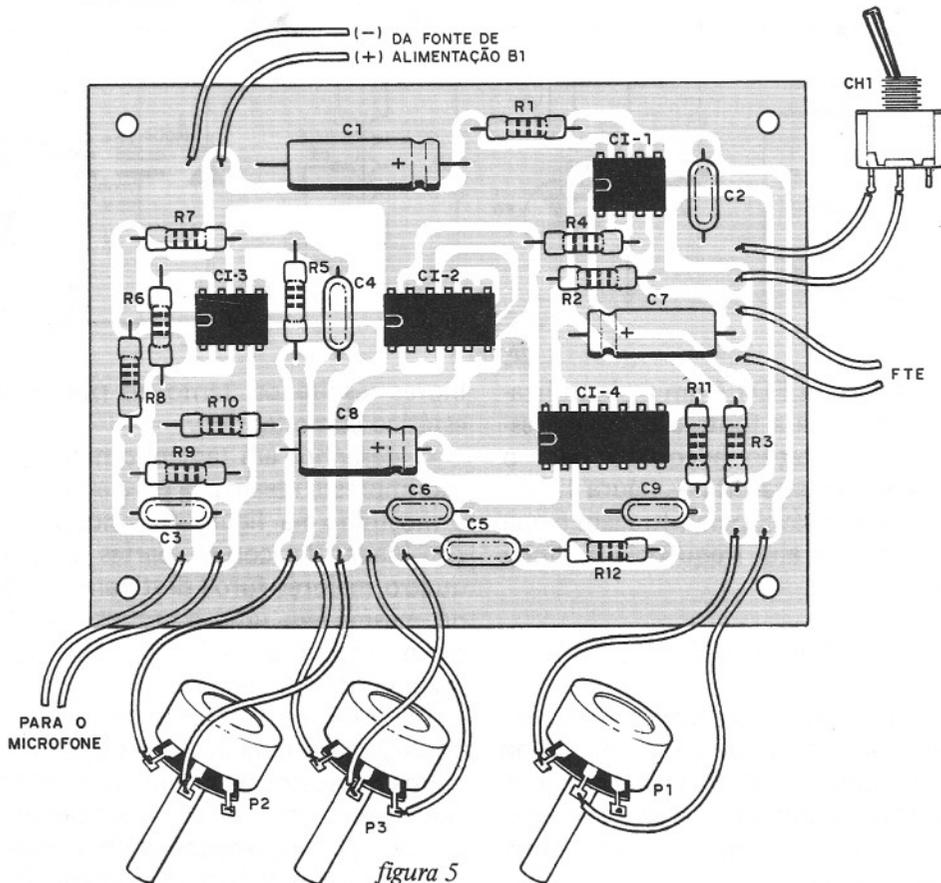

figura 5
plaqueta obedece ao apresentado na figura 5, onde também é mostrada a interligação dos componentes a ela externos.
1. Ao soldar os soquetes dos circuitos integrados, bem como a inserção destes nos primeiros, verifique em primeiro lugar a posição dada pela marca que identifica o pino 1 — no caso tal marca fica orientada, em todos os 4 integrados, para o lado esquerdo (figura 5). Evite curtos entre pinos adjacentes provocados por excesso de solda.
3. Observe a polaridade do capacitor eletrolítico C1: armadura "+" para o lado direito (vide figura 5).
tar o ruído característico no alto-falante; se o volume for reduzido gire o cursor de P3 (figura 5) para a direita, porém não em demasia evitando assim microfonia.